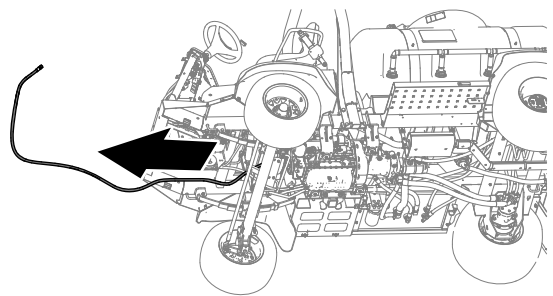

Figure 64
2. Débranchez le flexible de pression avant du collecteur de levée de rampe qui est relié au raccord de traversée au dos du réservoir hydraulique (Figure 64).
3. Déposez le flexible de pression avant de la machine (Figure 64).